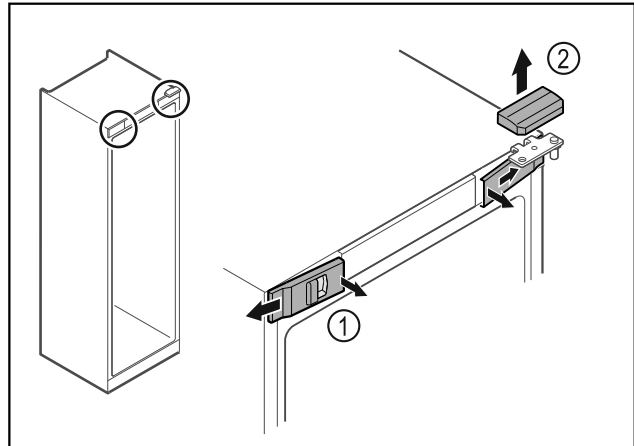

Fig. 5
- Disinnestare le coperture anteriori Fig. 5 (1) dall'interno ed estrarle lateralmente.
- Rimuovere la copertura superiore Fig. 5 (2) sollevandola verso l'alto.